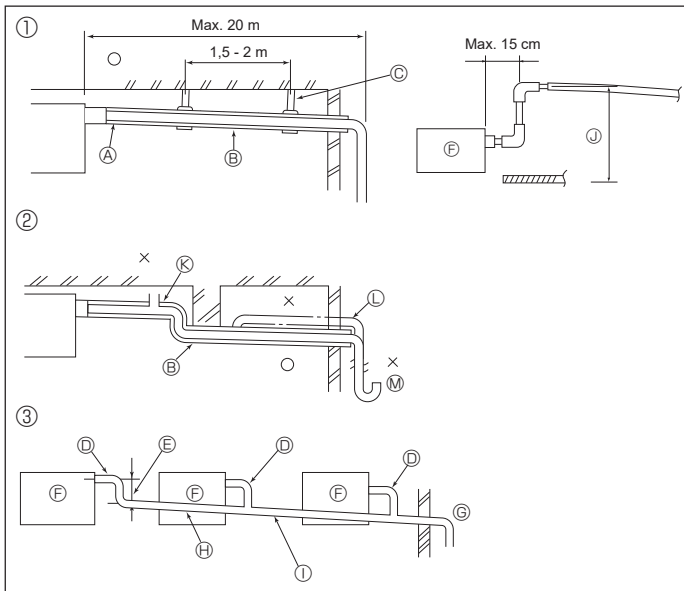

Fig. 3-1
3.1. Verrohrung der Dränage (Fig. 3-1)